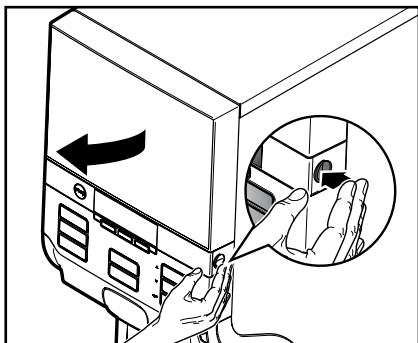

Fig. 21
1. Åpne automatdøren. (Fig. 21)